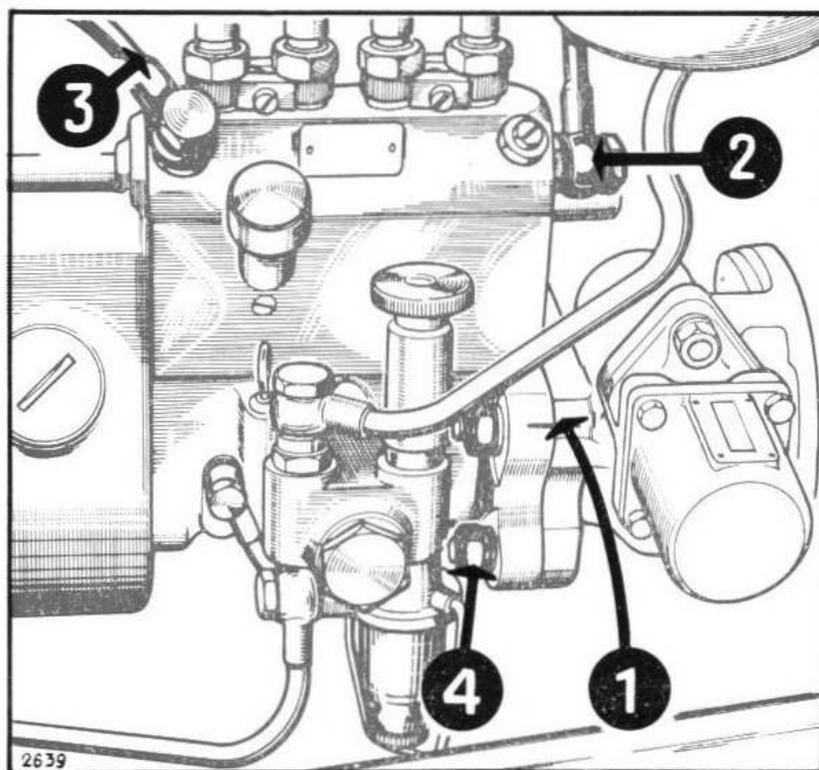

FIG. 29. — Repérage pour le calage de la pompe à injection.
Après avoir procédé à l'accouplement des cannelures, disposer face à face les repères (**rep. 1, fig. 29**) frappés sur le support et sur la bride de la pompe, puis bloquer énergiquement les quatre écrous de fixation munis de leurs rondelles plates et grower.
- Démontez complètement la tuyauterie d'arrivée de combustible (**rep. 2, fig. 29**) à la pompe d'injection et disposer sur ce raccord un petit réservoir à combustible.
Démontez complètement la tuyauterie de retour (**rep. 3, fig. 29**) et obturer l'orifice découvert au moyen d'un raccord approprié.
- Desserrer les quatre écrous (**rep. 4, fig. 29**) fixant la pompe au moteur de façon à rectifier le point d'injection, en jouant sur les lumières usinées dans le carter de pompe, puis resserrer un seul écrou. Réaliser ensuite une nouvelle vérification comme indiqué au **point 6**.
- Après vérification, bloquer énergiquement les quatre écrous (**rep. 4, fig. 29**).